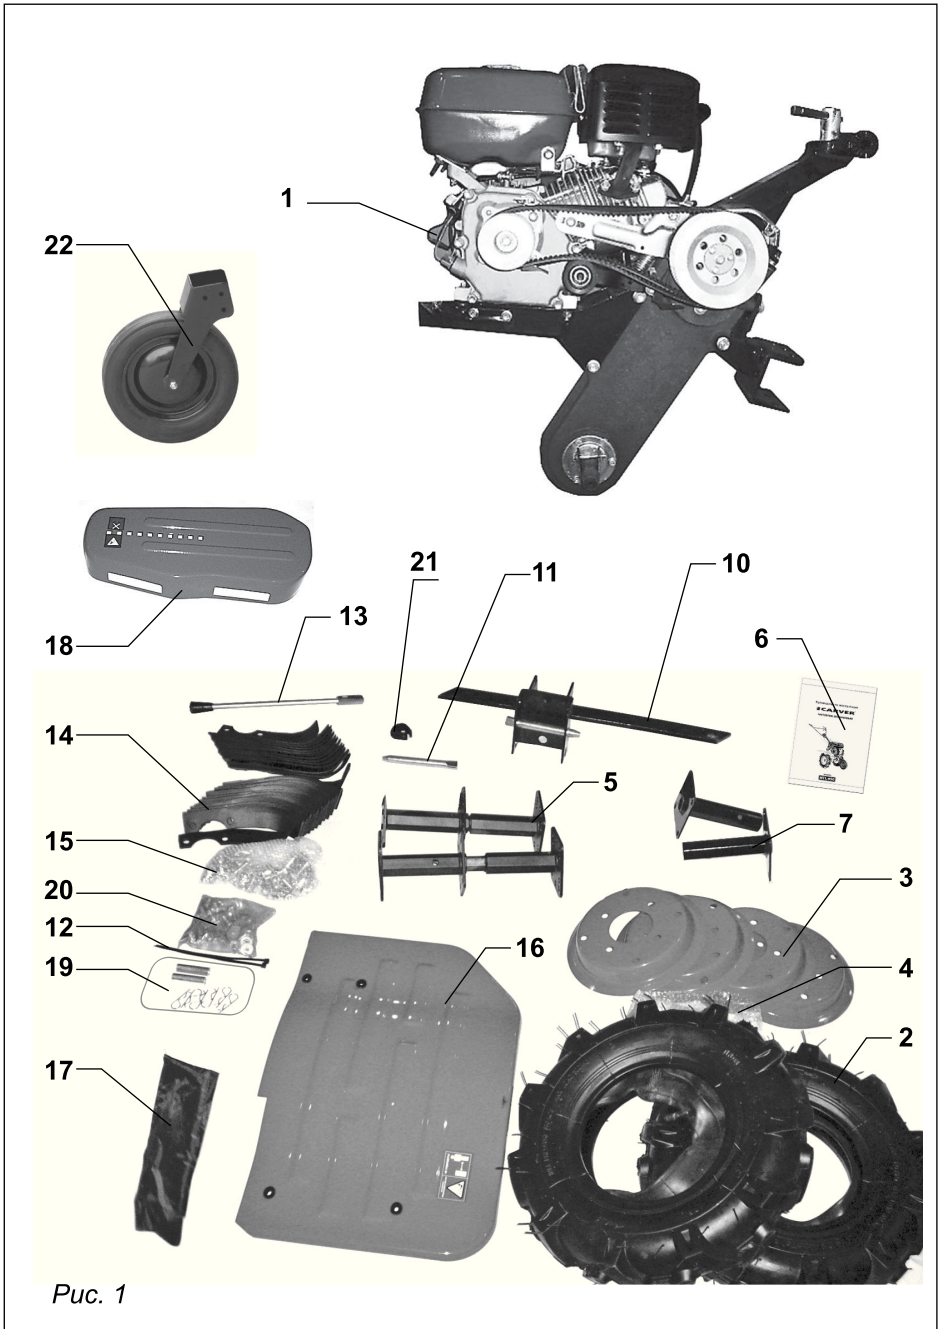

Рис. 1
1. КОМПЛЕКТ ПОСТАВКИ (рис. 1)
Распакуйте мотоблок, убедитесь в наличии полной комплектации (рис. 1).
Расправьте камеру во внутренней поверхности шины без перегибов и складок. Наденьте обод колеса (рис. 1, п. 3) соответствующим отверстием на золотник камеры, с обратной стороны шины установите обод без отверстия под золотник, совместите отверстия ободов и надежно закрепите болтами и гайками, предварительно убедившись, что золотник камеры установлен в отверстии обода без перегибов. Установите ось колеса (рис. 1, п. 7) на обод, совместите отверстия обода и фланца оси колеса и надежно закрепите болтами и гайками. Накачайте колесо до значения 2 кг/см².
1. Установите колеса (рис. 3) или фрезы на оси редуктора, зафиксируйте из стопорными пальцами, пальцы зафиксируйте шплинтами (рис. 1 п. 19).